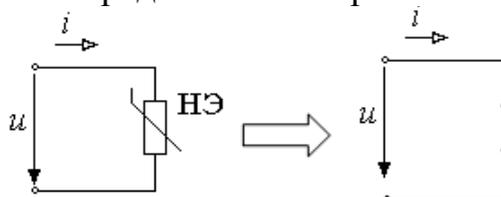

Рис. 2
**Аналитическое решение.** Для различных участков ВАХ составляют эквивалентные схемы с учетом вида характеристики на этом участке. Для интервала значений напряжения ВАХ  $-U_0 \leq u \leq U_0$  ток равен нулю, схема замещения НЭ – «разрыв» и представлена на рис. 2.